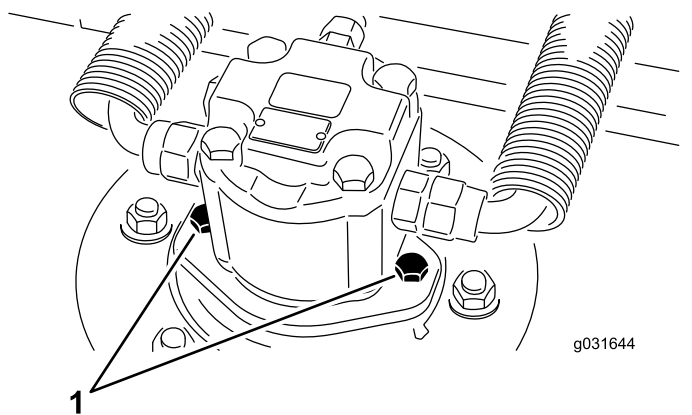

Figura 67
2. Retire los tornillos de montaje del motor hidráulico y desconecte y retire el motor hidráulico de la unidad de corte (Figura 67).
4. Con los tornillos de montaje del motor hidráulico, instale el motor hidráulico en la unidad de corte (Figura 67).